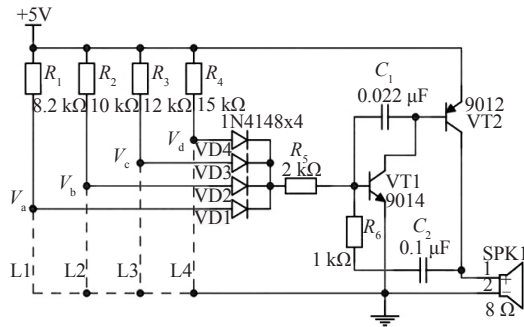

图 4-4 断线报警器电路原理图
(1)先对断线报警器电路原理图(扫二维码观看仿真过程)进行仿真操作;完成后进行截屏、录屏后上交作品;断线报警器电路原理图如图 4-4 所示。